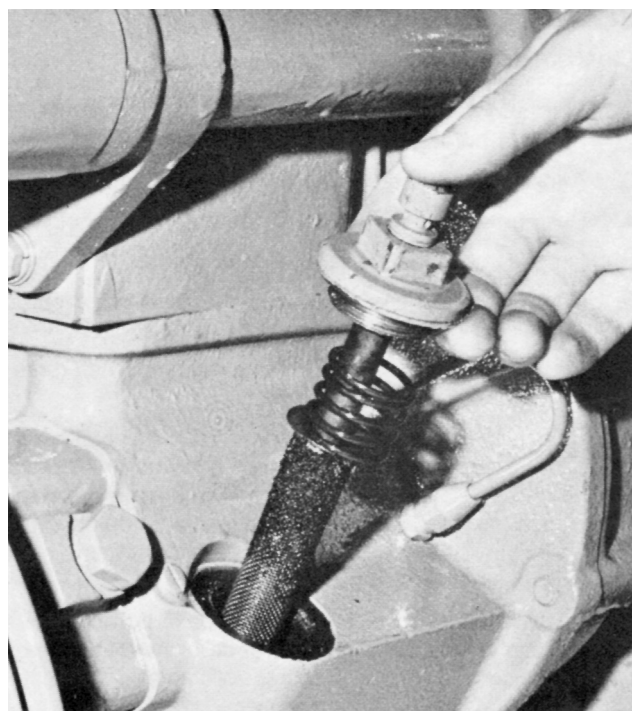

Fig. 35. Demontering av oljesil, MD1B
1. Lossa fyrkantmuttern för silen. Lyft upp silen, fig. 35.